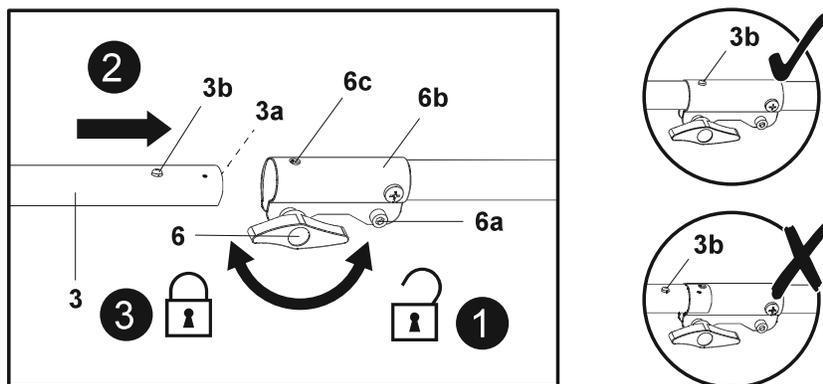

Fig. 1
1. Desaperte o botão de bloqueio (6) para a esquerda (Fig. 1, passo 1).
2. Por exemplo: retire primeiro a manga de proteção (3a) e, em seguida, alinhe o cabo do aparador de relva/roçadora (3) com a manga de bloqueio (6c) e insira-o (Fig. 1, passo 2). Certifique-se de que o pino de bloqueio (3b) engata no orifício (6c).
4. Fixe as conexões com o botão de bloqueio (6) (Fig. 1, passo 3).